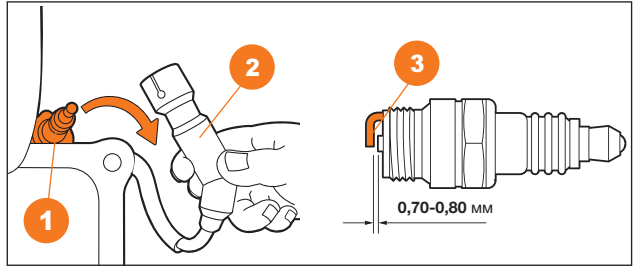

Рис. 21
1. Снимите высоковольтный колпачок **2** свечи зажигания **1** (Рис. 21).